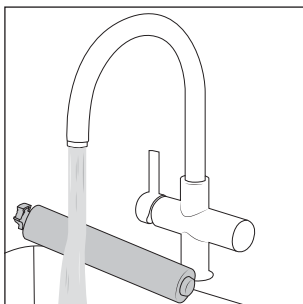

Afb. 33
- ♦ Pak de sproeikap **7** aan de bovenkant (bij **PULL**) vast en trek hem naar voren om hem van het voetgedeelte **3** te nemen (zie afb. 33).